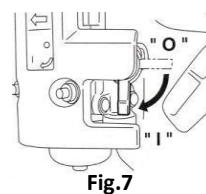

Fig.7
- Abrir a torneira de combustível; (Fig.7)